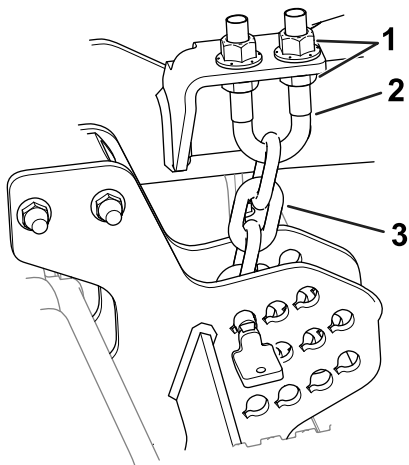

図 10
6. 刈高チェーンのUボルトの上側または下側についているジャムナットをゆるめる 図 10。